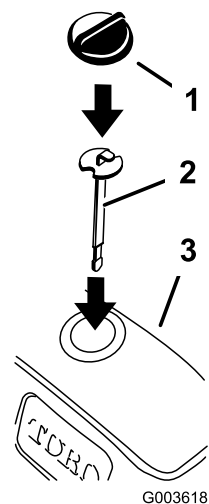

Figura 37
3. Inserte la varilla nueva y compruebe el nivel del fluido hidráulico (**Figura 37**).